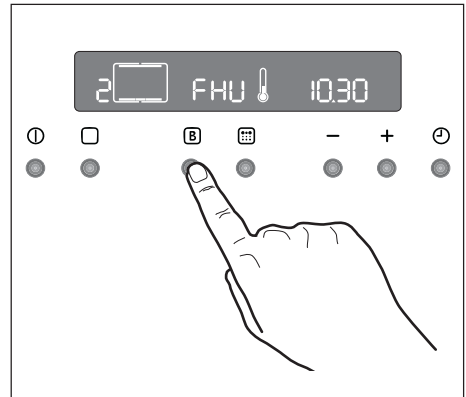

Fig. 14
- 4) Appuyez sur la touche . L’affichage de la température visualise “FHU” (Fig. 14).